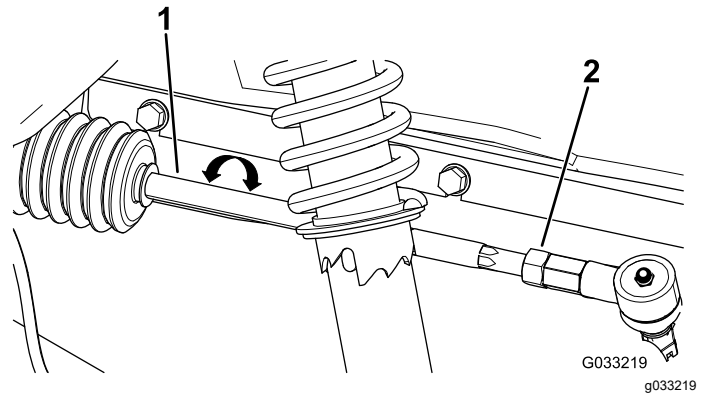

Figura 61
- Si la distancia no es de 0 a 6 mm (0 a 1/4"), afloje las contratuercas en el extremo exterior de las bielas (Figura 61).